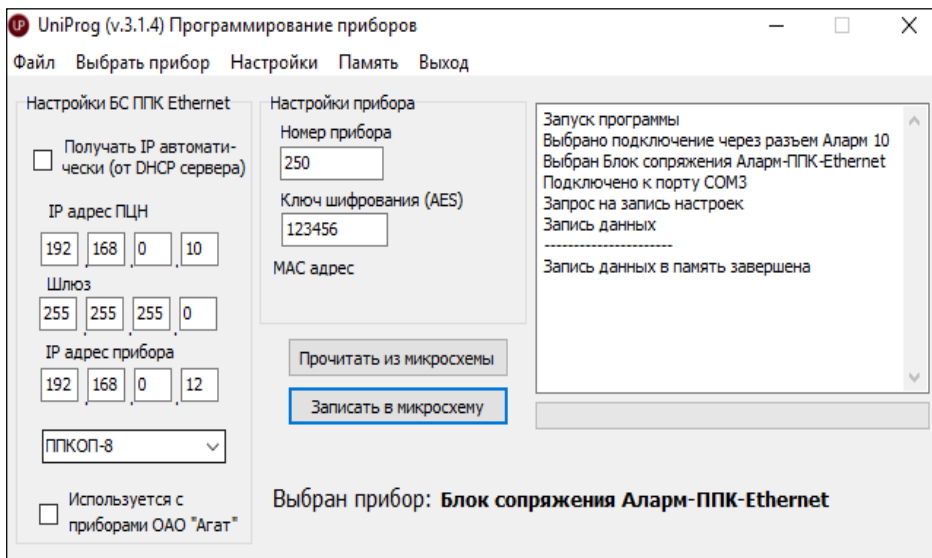

Рис.9 Скриншот окна «Главного меню» программатора «UNIPROG»
- 17) нажать вкладку «Далее» и выбрать в настройках соответствующий COM-порт. Откроеется окно «Главного меню» программатора «UNIPROG» (см. рисунок 9);